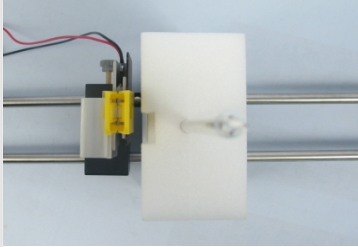

Abbildung 19
9. Stelle auch hier wieder sicher, dass die Kontaktfläche der Nase mit der Schaumstoffwand so groß wie möglich ist (Abb. 19).